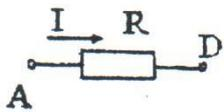

Рисунок 10 - Электрическая схема
5. Находим эквивалентное сопротивление цепи, учитывая, что $R_{AB} = R_1$, рис. 10:
6. Для схемы изображенной на рис. 10 нетрудно найти ток, потребляемый цепью, который одновременно является током неразветвленной части цепи. На основании закона Ома